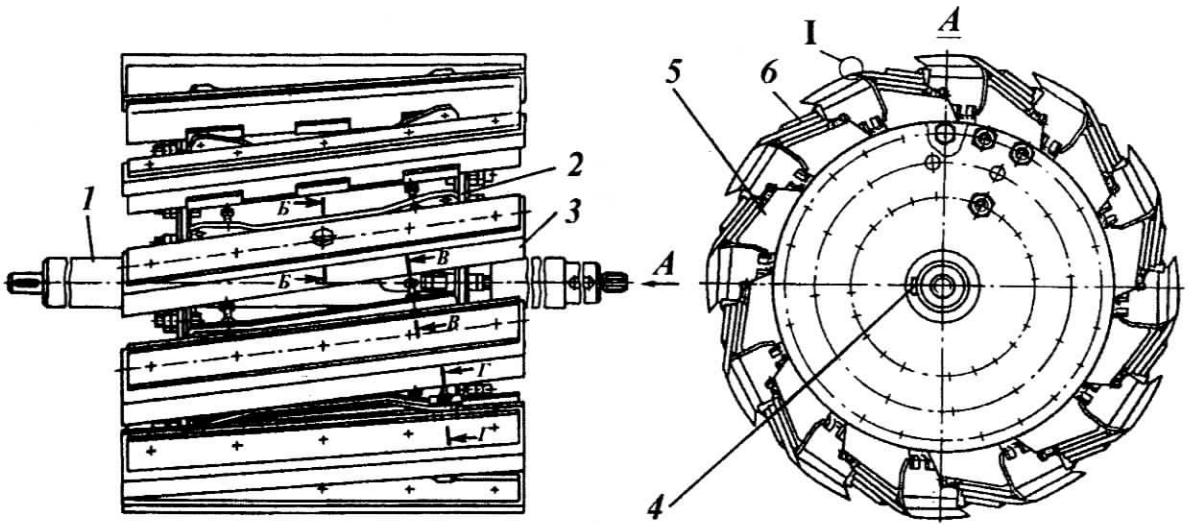
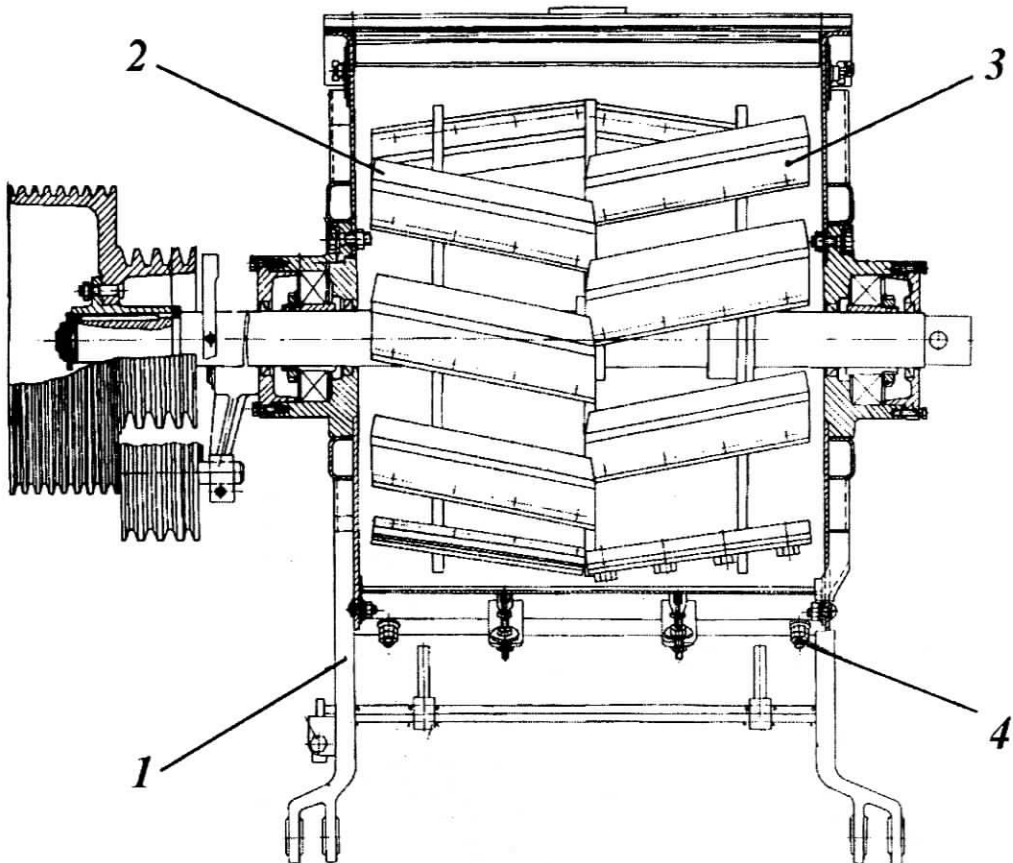

Рис.30 - Измельчающий барабан.
Рис.31 - Измельчающий барабан шевронного типа.
3.4.3 Измельчающий барабан (рис.30 и рис.31)
Измельчающий барабан (рис.30) состоит из вала 1 с установленными на шпонках 4 двумя дисками 2, к которым болтами прикреплены опоры 5 ножей 3. Опоры ножей имеют лопасти, служащие для ускорения подачи измельченной ножами растительной массы в ускоритель и силосопровод.